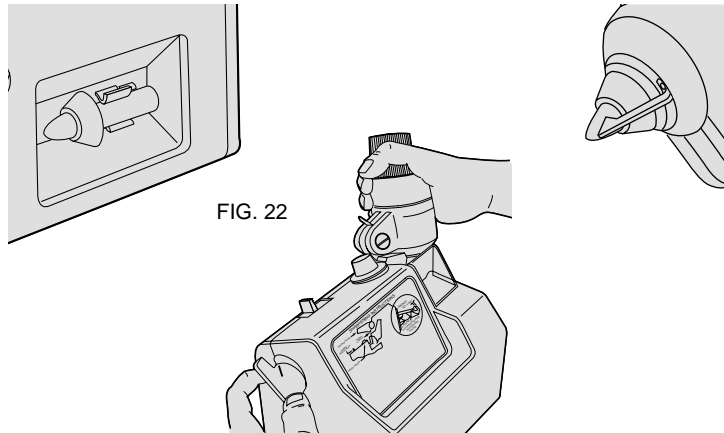

FIG. 22
5. Faire démarrer le moteur. Exeracer une légère pression, en éloignant la tête de l'écran protecteur. Déplacer le diamant vers l'avant et l'arrière sur la meule en faisant tourner le bouton du dégrasse-meule dans les sens horaire et antihoraire. Faire avancer le diamant sur la meule en faisant tourner le bouton d'alimentation, dans le sens horaire, d'un cran à la fois. On obtient un fini satiné en imprimant un mouvement uniforme et continu sur toute la face de la meule. On risque de marquer la meule en y arrêtant le diamant. Le fini sera encore plus satiné si on enlève le matériau de la meule lors du mouvement extérieur-intérieur du diamant (fig. 22).